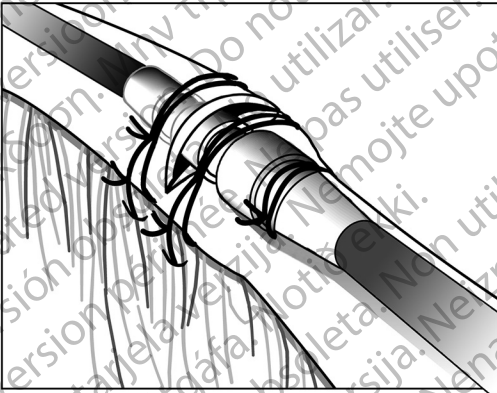

Abbildung 9. Beispiel einer Nahtmanschette, Implantation über eine Vene
3. Verwenden Sie dieselbe Rille, um die Elektrode und die Vene an der benachbarten Faszie (Abbildung 9 Beispiel einer Nahtmanschette, Implantation über eine Vene auf Seite 24) zu fixieren.